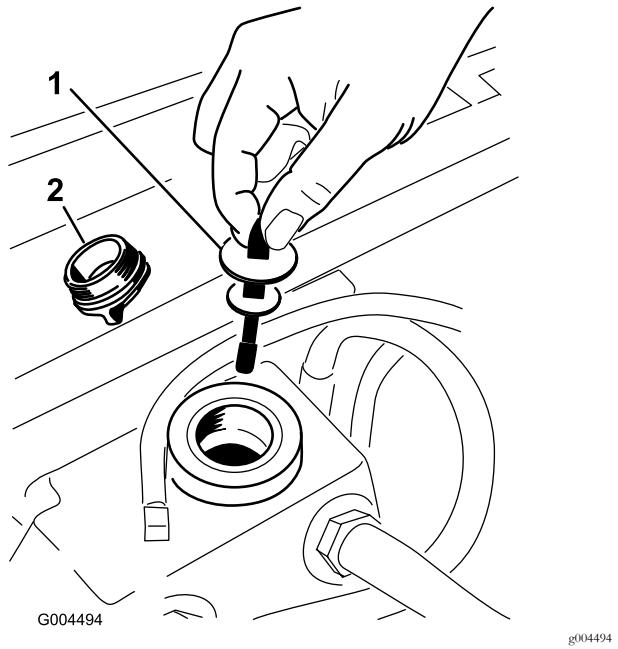

Figure 61
5. Enlevez le bouchon du goulot de remplissage du réservoir hydraulique (Figure 61).
6. Retirez la jauge et essuyez-la sur un chiffon propre (Figure 61).
7. Remettez la jauge dans le goulot de remplissage, ressortez-la et vérifiez le niveau de liquide (Figure 61).